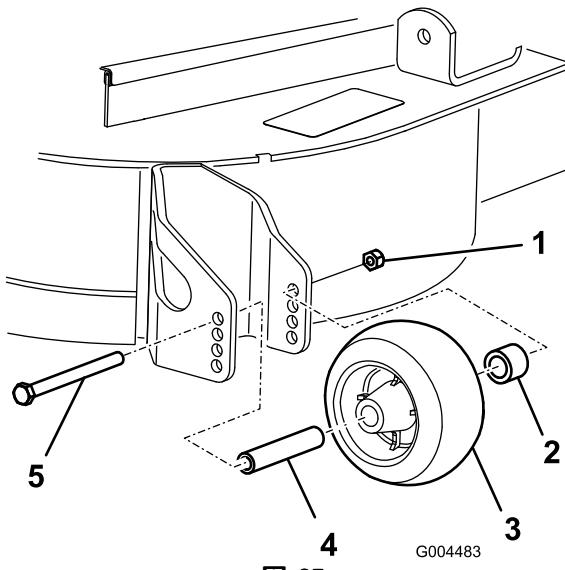

図 25
3. 刈高を変更後、ローラのフランジ・ナット、ブッシュ、スペーサ、ボルトを外して（図 25）、ローラの高さ調整を行う。
5. フランジ・ナット、ブッシュ、スペーサ、ボルトを取り付ける。ボルトを 54-61 N·m (5.6~6.2 kg. m) にトルク締めする（図 25）。